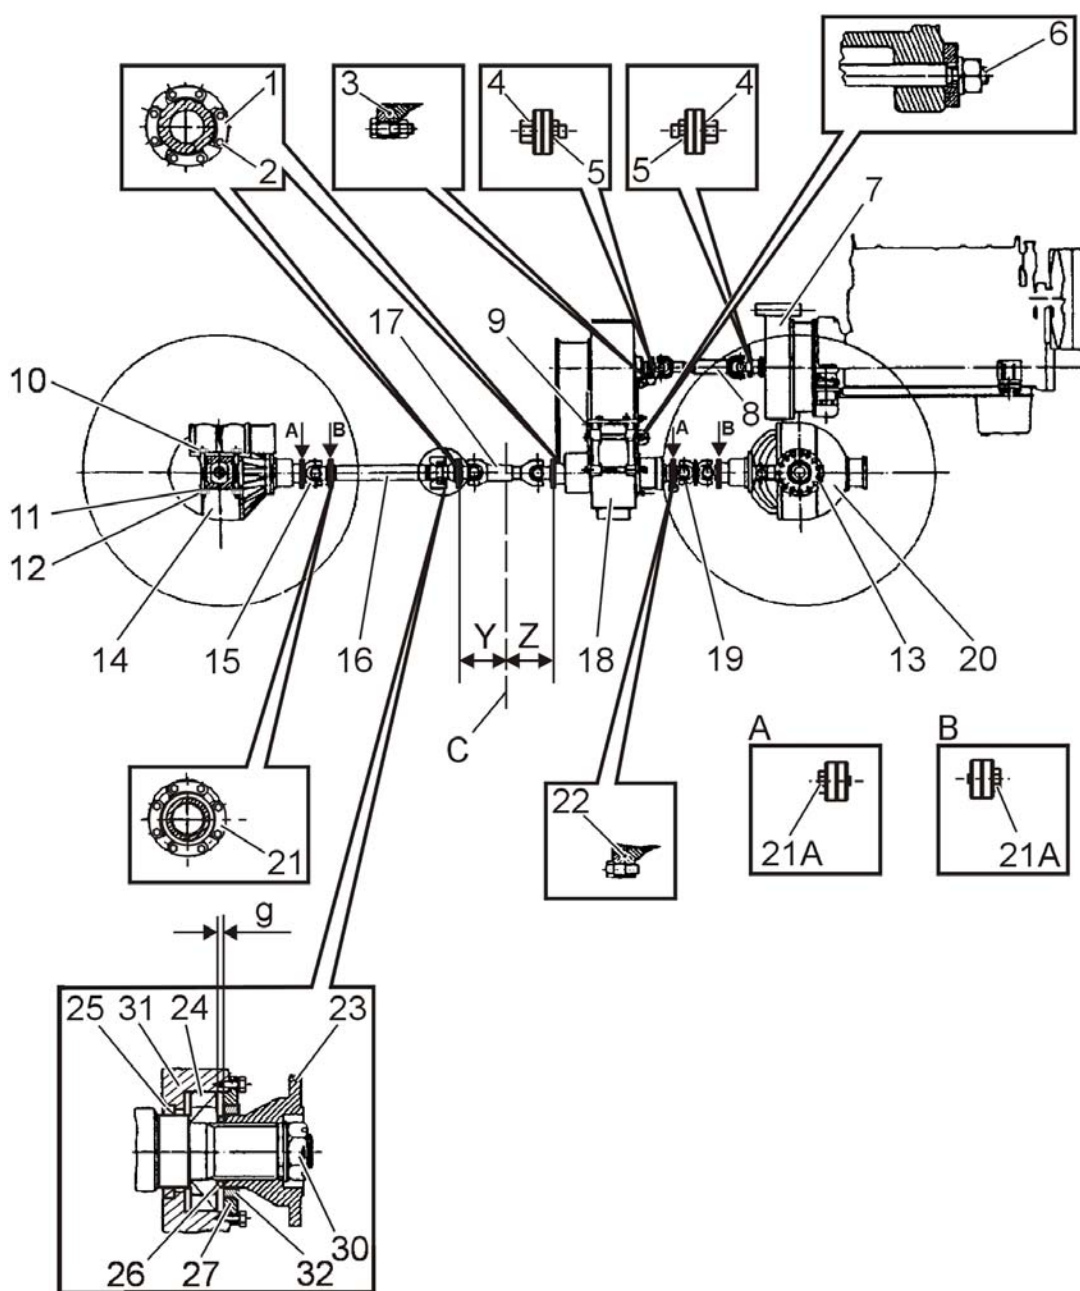

Рис. 7D.1. Схема трансмиссии
2. ОПИСАНИЕ И ДЕЙСТВИЕ (Рис. 7D.1.)
Спецификация к Рис. 7D.1.